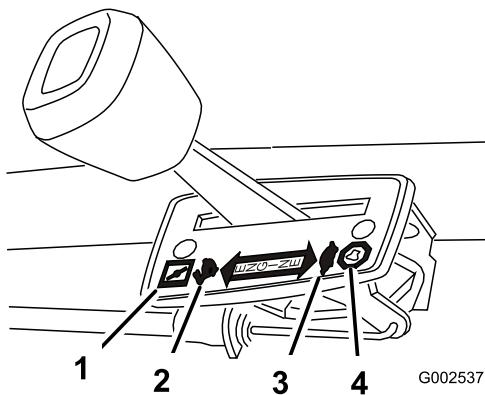

Figura 8
Los ajustes del acelerador se muestran en Figura 8.
3. Mueva la palanca del acelerador a la posición Estárter (Figura 8).
4. Mueva el palanca de control de velocidad sobre el terreno a la posición de Punto muerto (N).